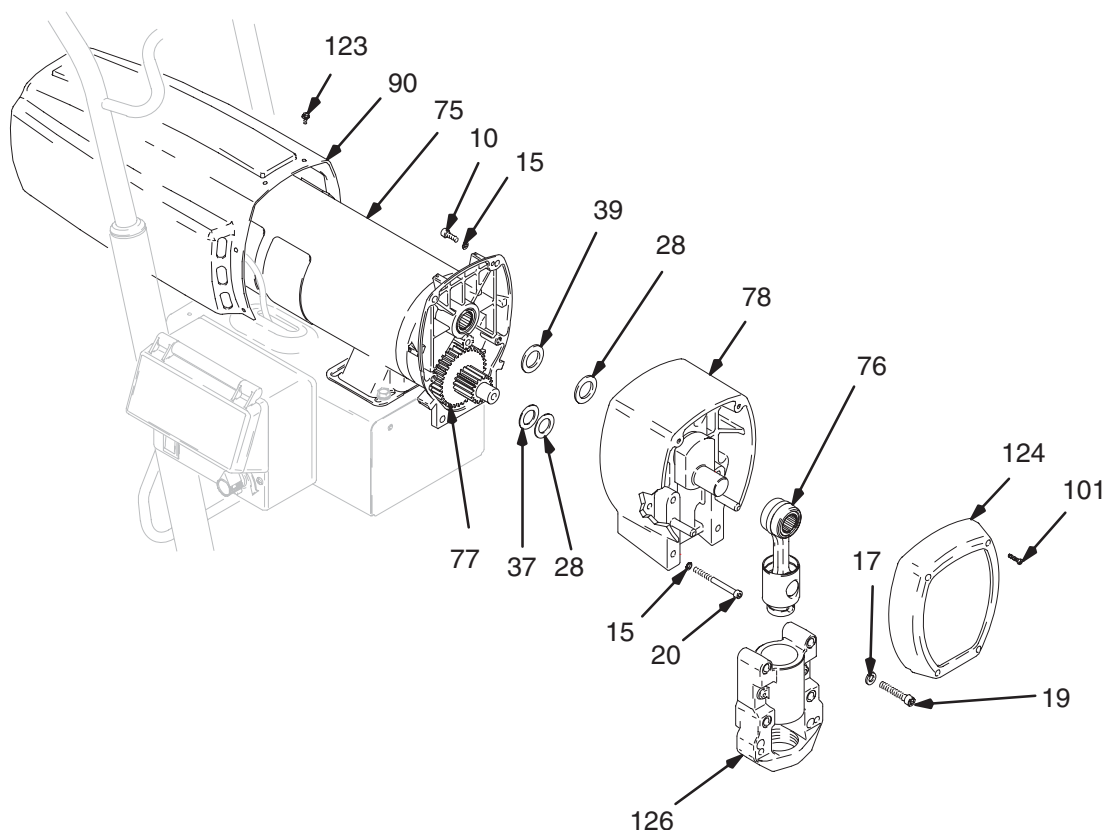

Fig. 7
2. Retire la bomba (79); vea **Reemplazo de la base de bomba**, en la página 21.
3. Fig. 7. Retire los seis tornillos (123) y desmonte el blindaje del motor (90).
4. Retire los cuatro tornillos (10) y las arandelas (15).
5. Retire los cuatro tornillos (101) y la tapa delantera (124).
6. Retire los cuatro tornillos (19) y las arandelas (17) y el alojamiento del cojinete (126) del alojamiento del impulsor (78).
7. Retire los dos tornillos (20) y las arandelas (15) y saque el alojamiento del impulsor (78) del motor (75).
1. Fig. 7. Aplique grasa generosamente a las arandelas (28, 37, 39, 40), todos los engranajes y el interior del alojamiento del impulsor (78).
2. Introduzca el alojamiento del impulsor (78) en el motor (75) e instálelo con las dos arandelas (15) y los tornillos (20).
3. Instale el alojamiento del cojinete (126) en el alojamiento del impulsor (78) con los cuatro tornillos (19) y las arandelas (17).
4. Instale la tapa delantera (124) y los cuatro tornillos (101).
5. Instale las arandelas (15) y los cuatro tornillos (10).
6. Instale el blindaje del motor (90) con los seis tornillos (123).
7. Instale la bomba (79); vea **Reemplazo de la base de bomba**, en la página 21.